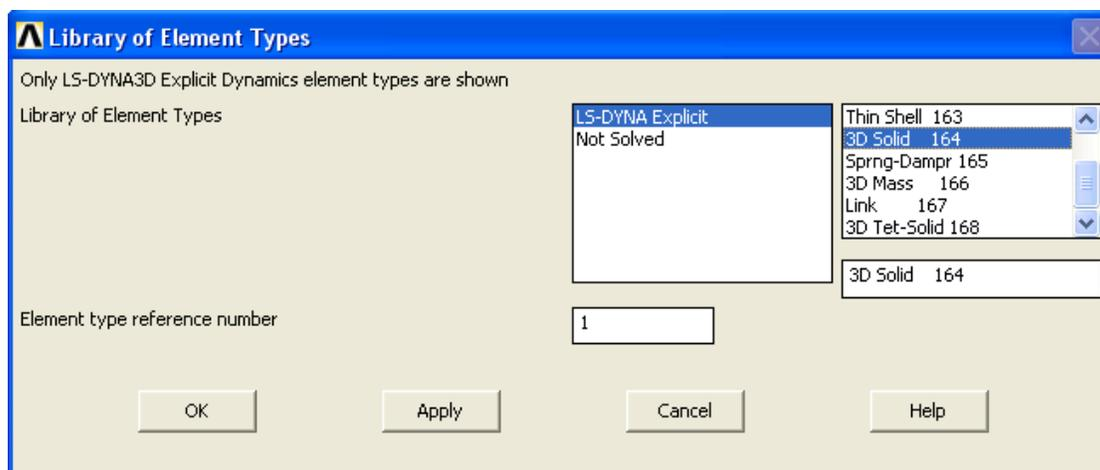

Рисунок 108. Выбор из раздела *LS-DYNA Explicit* окна *Library of Elements* элемента *3D Solid 164*
- В появившемся окне **Library of Elements Types** следует выбрать из раздела **LS-DYNA Explicit** элемент **3D Solid 164** (Рисунок 108).